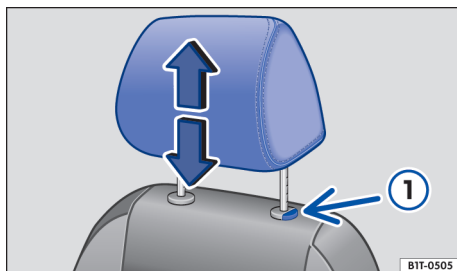
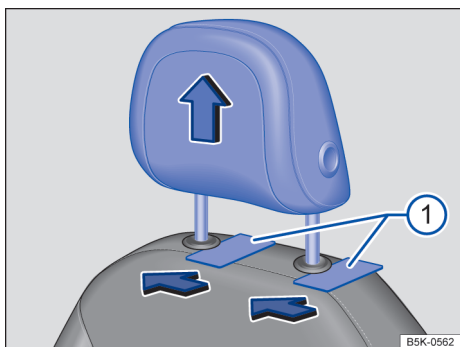

Fig. 70 Apoio para cabeça dianteiro: desinstalar (variante 2).
Fig. 69 Apoio para cabeça dianteiro: desinstalar (variante 1).
- *Variante 1:* introduzir objetos planos entre o revestimento do encosto do banco e as capas de cobertura das barras de guia do apoio para cabeça, por exemplo, cartões de plástico → Fig. 69 . Retirar completamente o apoio para cabeça.
- *Variante 2:* Retirar o apoio para cabeça com o botão → Fig. 70 pressionado.
- Empurrar o apoio para cabeça para baixo com o botão → Fig. 69 ou → Fig. 70 pressionado.